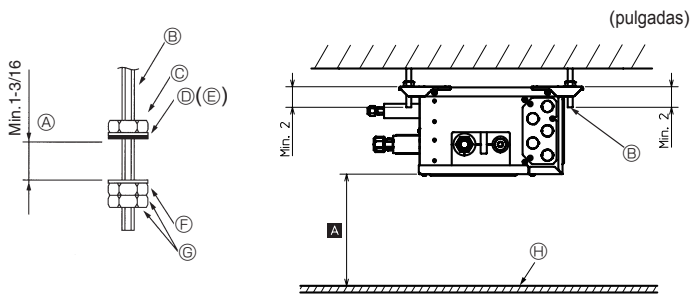

Fig. 6-1
- (2) Fije las arandelas y tuercas (①, ②, adquiridas localmente) a los pernos de suspensión. (Fig. 6-1)
- (3) Cuelgue la unidad de los pernos de suspensión.
- (4) Apriete completamente las tuercas (compruebe la altura del techo).
- (5) Utilice un nivel para alinear la caja de derivación horizontalmente.